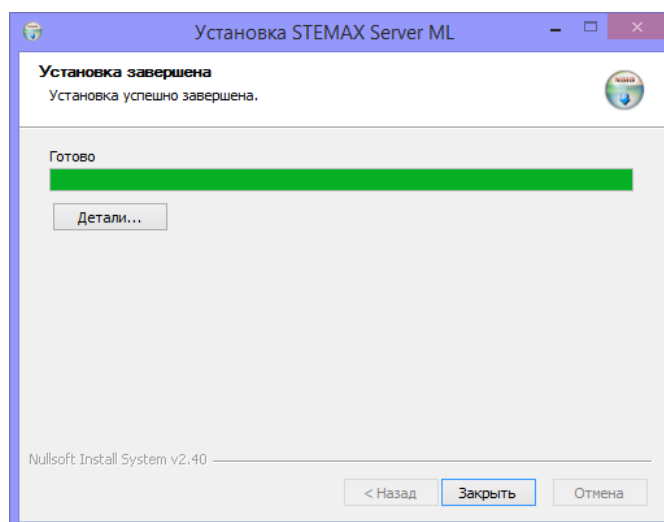

Рисунок 2.3 – Завершение установки
4. По завершении установки нажмите кнопку (см. рисунок 2.3).